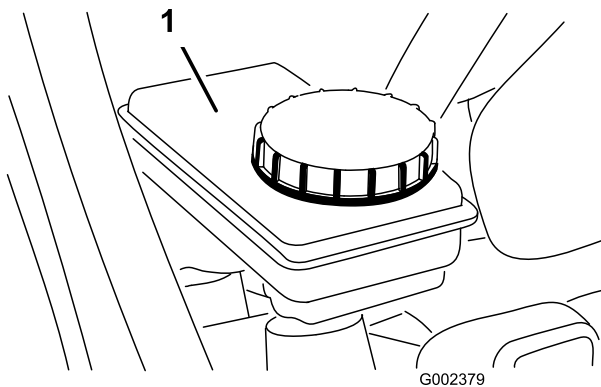

図 57
5. タンクの FULL マークまでオイルが入っているのを確認する 図 57。
6. 液量が不足している場合には、まず補給口周辺をきれいに拭き、キャップをはずして、所定のブレーキオイルを適正量まで補給する図 57。